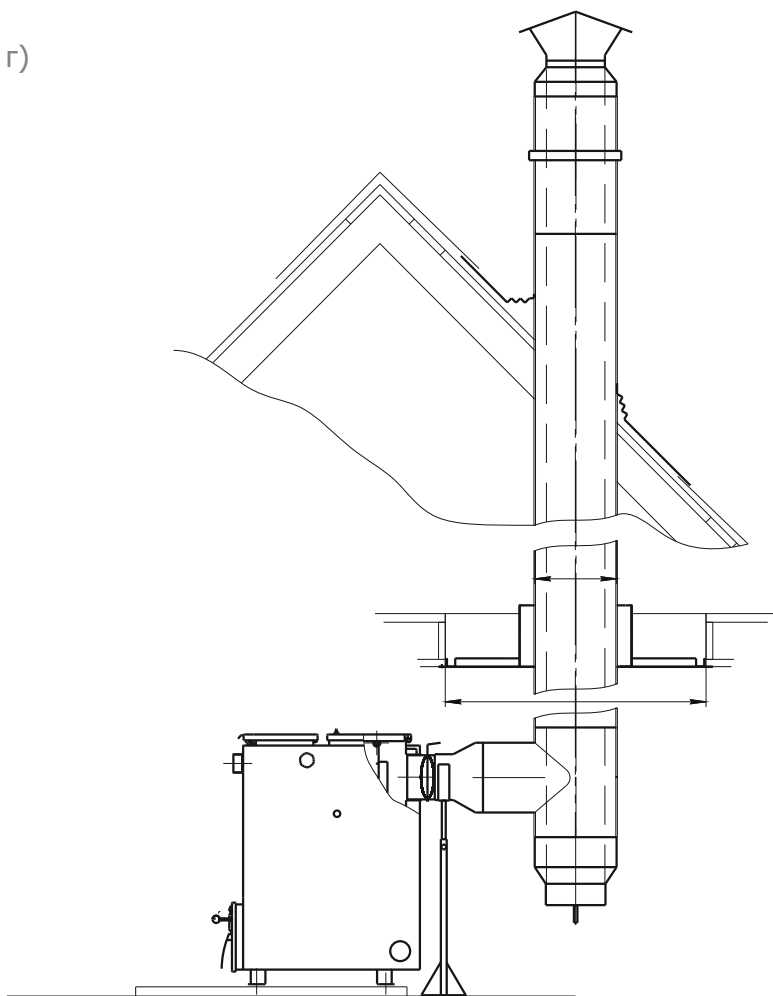

**Рис.6Б, 6В** - Рекомендуемые схемы подключения котла к системе дымоотведения
Рекомендуемые схемы подключения котла к системе дымоотведения приведены на рис. 6.
В качестве дымохода для твёрдотопливного котла рекомендуется использовать тонкостенные дымовые трубы из нержавеющей стали, производимые компанией «Теплодар». Наилучшим решением является установка готовых модулей трубы с термоизоляцией типа «сэндвич» рис. 6 (в, г, д).
Так же в качестве дымохода для твёрдотопливного котла допускается использование кирпичного дымохода с постоянным сечением по всей длине — для котла КУППЕР КАБО 18 — 180-200 см2 рис. 6 (б).
При прохождении дымовой трубы через межэтажные перекрытия расстояние от наружных поверхностей трубы до деревянных конструкций не менее 380 мм рис. 6. (в).
Оптимально присоединение котла к дымоходу с использованием тройника с отводом 45° рис. 6. (д), с установленной заглушкой нижней с
**Рис.6а** - Рекомендуемые схемы подключения котла к системе дымоотведения
**Рис.6г** - Устройство дымоотведения при помощи сэндвич-модулей дымохода с прохождением через потолочные перекрытия с использованием потолочной разделки и через кровлю при помощи мастер-флеша
Рис.6е - Устройство дымоотведения с проходом через члену при помощи сэндвич колена 45° и сэндвич тройника 45° с заглушкой